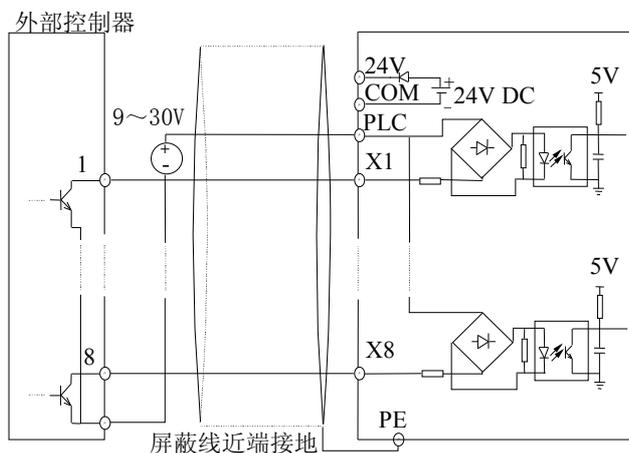

图 2-18 使用外部电源的源极连接方式
- 3) 使用外部电源的源极连接方式：（注意去除PLC与24V端子间的连接线），如图2-18所示。